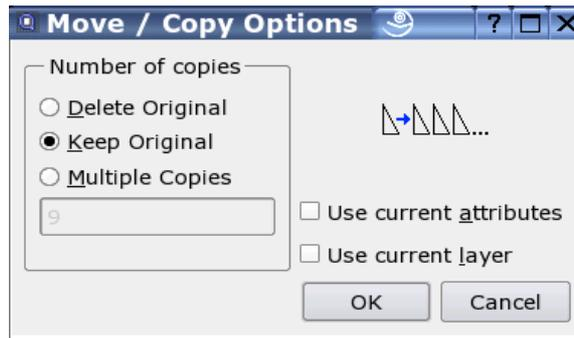

Abbildung 49: Dialog mit Optionen zum Verschieben von Objekten.
5. Der Dialog mit den Optionen zum Verschieben von Objekten wird angezeigt (Abbildung 49). Um die selektierten Objekte zu verschieben aktivieren Sie "Original löschen", um sie zu kopieren "Original beibehalten". Ausserdem können Sie mehrere Kopien auf einmal erstellen indem Sie "Mehrere Kopien" wählen und die Anzahl Kopien im Textfeld darunter eingeben. Bitte beachten Sie, dass '9' neun Kopien erstellt und das Original beibehält. Nach dem Kopiervorgang sind also insgesamt 10 Stück der Selektion vorhanden. Alle kopierten Objekte haben die gleichen Attribute und den gleichen Layer wie die Original Objekte. Um dieses Verhalten zu ändern und alle neu erstellten Objekte mit den aktuellen Attributen oder auf dem aktuellen Layer zu erstellen, aktivieren Sie "Aktuelle Attribute verwenden" respektive "Aktuellen Layer verwenden".